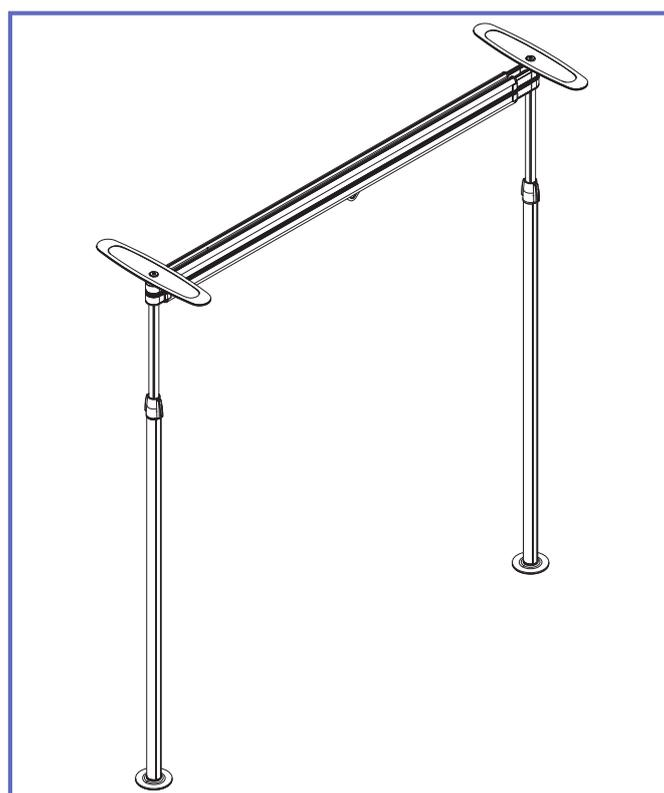

Fig. 27
- Vérifier votre installation en vous référant à la Fig. 27.